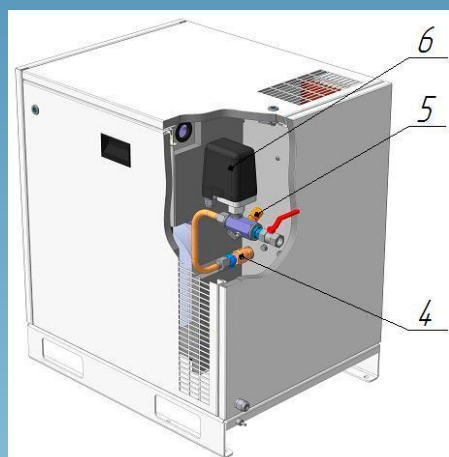

Рисунок 2
**14 – Резивер воздушный** (см. рисунок 2,3,4) предназначен для сбора сжатого воздуха, устранения пульсации давления и предварительного отделения конденсата. Резивер одновременно является корпусом, на котором смонтированы агрегаты компрессорной установки.